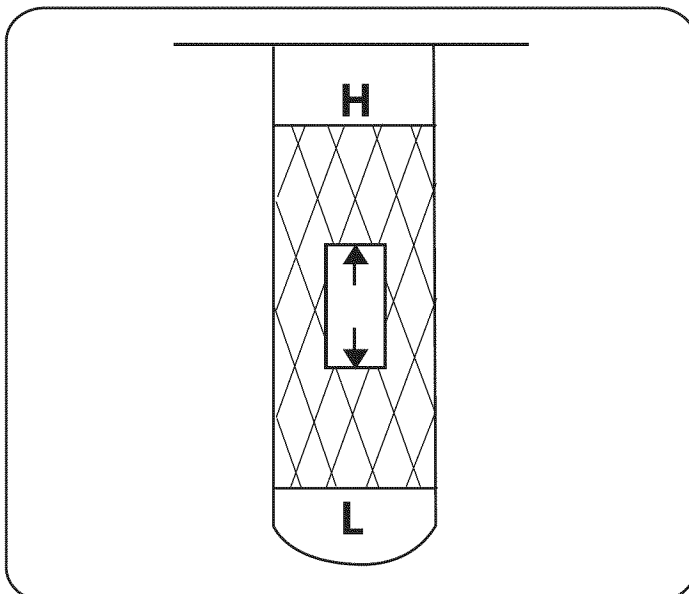

Figura 4
2. Agregue aceite lentamente hasta que el registro marque entre nivel alto (H) y bajo (L), Figura 4. Consulte la sección Mantenimiento del motor para ver la viscosidad y capacidad de aceite del motor correctas.